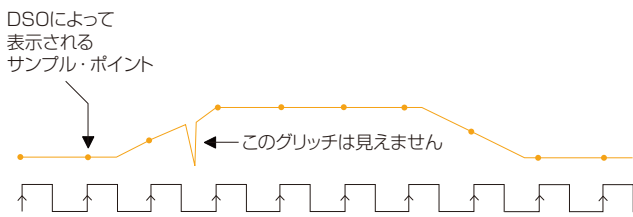
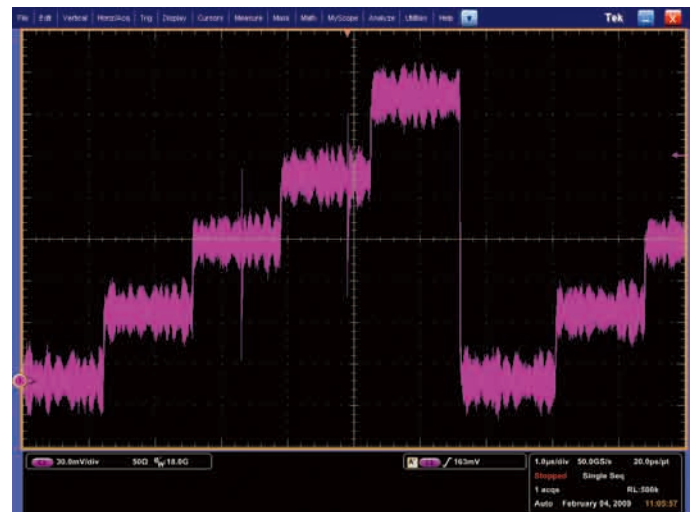

図22. サンプル・レートは、時間軸の設定によって変化する。時間軸を遅く設定するとサンプル・レートも遅くなる。ピーク・ディテクト・モードを備えたデジタル・オシロスコープの中には、掃引速度が遅くても速い変化を捉えられるものがある
図23. ピーク・ディテクト・モードでは、非常に短時間のトランジェント異常が捕捉できる
- ピーク・ディテクト・モード：オシロスコープは、2つの波形インターバルの間に取込んだ複数のサンプル・ポイントから最大と最小のサンプル・ポイントを保存し、この2ポイントを2つの波形ポイントとして使用します。ピーク・ディテクト・モードを備えたデジタル・オシロスコープは、ゆっくりとした時間軸設定（つまり、長い波形インターバル）の場合でもA/Dコンバータは高速で動作していますので、波形ポイント間に発生する、サンプル・モードでは決して取込めないような高速な信号の変化でさえ捉えることができます（図22）。ピーク・ディテクト・モードは、発生間隔が離れた、幅の狭いパルスを捉えるのに特に有効です（図23を参照）。